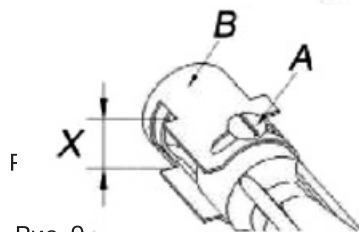

Рис. 9
- б) Регулировка поступления воздуха в горелку духовки (рис. 9):